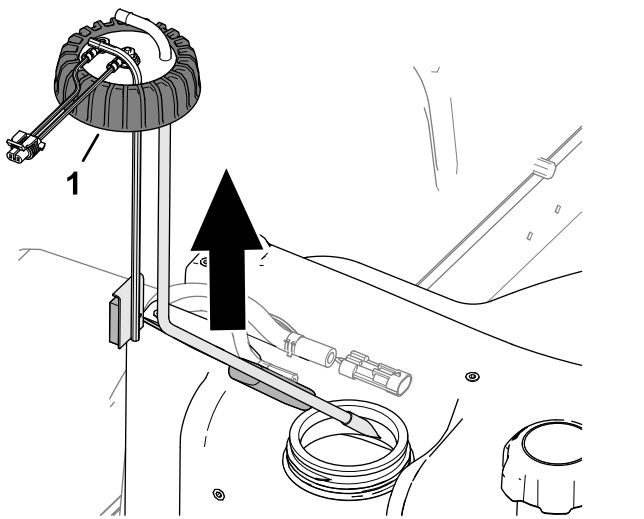

Bild 125
5. Lösen Sie den Deckel des Kraftstoff-Füllstandensors (Bild 125).